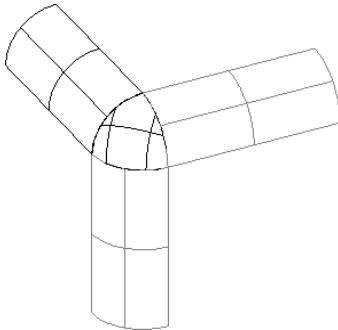
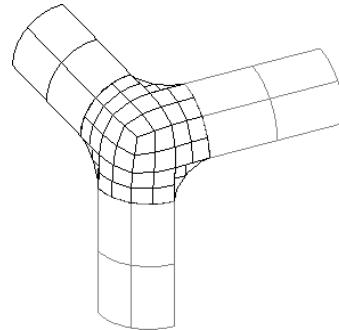

图 6-119 3 边圆角曲面熔接
图 6-120 6 边圆角曲面熔接
- 04 在对话框中，选中③选项，结果如图 6-119 所示；选中⑥选项，结果如图 6-120 所示。